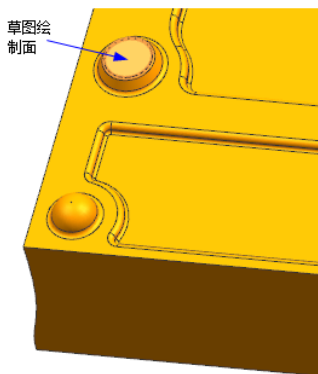

图 8-73 选择草图工作平面
(1) 选择“菜单(M)”→“插入(S)”→“切割(T)”→“法向除料(N)”，或者单击“主页”选项卡“特征”面组上的“法向除料”按钮, 打开“法向除料”对话框。设置“切割方法”为厚度，“限制”为直至下一个。
(2) 单击“绘制截面”按钮, 打开“创建草图”对话框。在视图区选择草图工作平面，如图 8-73 所示。